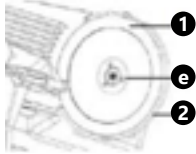

Abb. 7
- Um das Schneidmesser zu entnehmen, lösen Sie die 3 Feststellschrauben (e) mit einem geeigneten Schraubendreher (Abb. 7), hängen Sie das Schneidmesser vorsichtig aus.